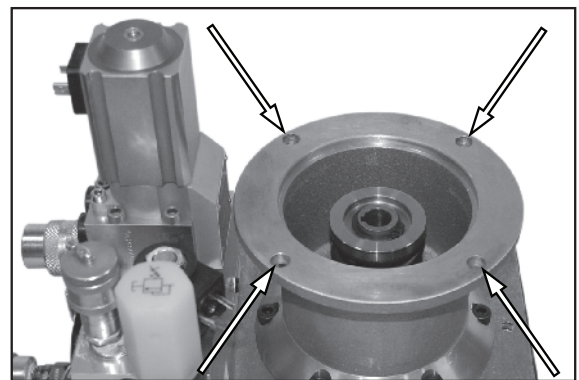

Figura 70.
6. Vedere la Figura 70. L'orientamento dei fori dell'attacco motore è molto importante. Posizionare l'attacco in modo tale che i fori siano orientati come indicato. Installare i bulloni dell'attacco motore.